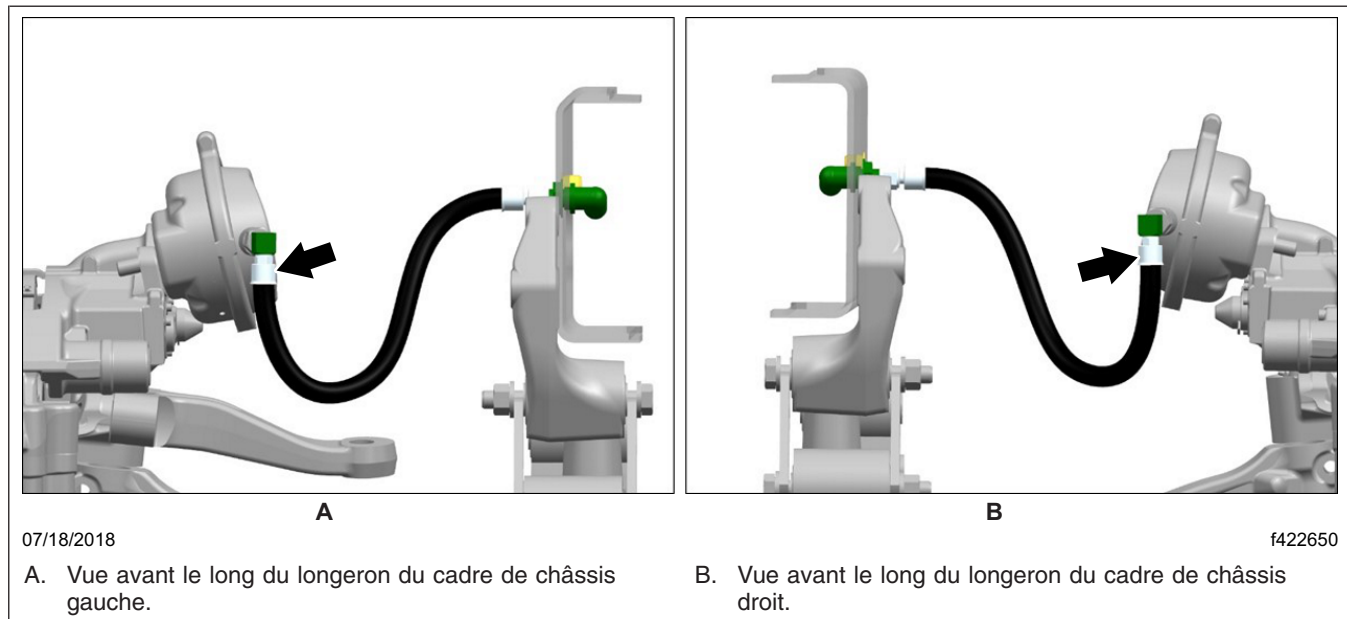

Fig. 2, Raccord à 90 degrés, pointant directement vers le bas
- 8. Faites tourner le raccord de sorte qu'il pointe directement vers le bas, comme illustré sur la figure 2.
- 10. Installez le flexible des freins sur le raccord à 90 degrés comme illustré sur la figure 2.